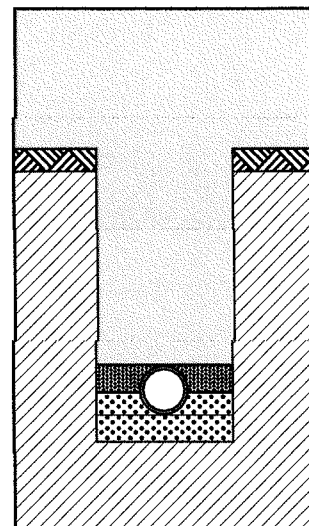

Fig. 12 - Strato di riempimento con materiale uguale o leggermente più costipabile
- riempimento fino alla generatrice superiore del tubo, effettuato manualmente e di nuovo compattato con i piedi (fig. 12);